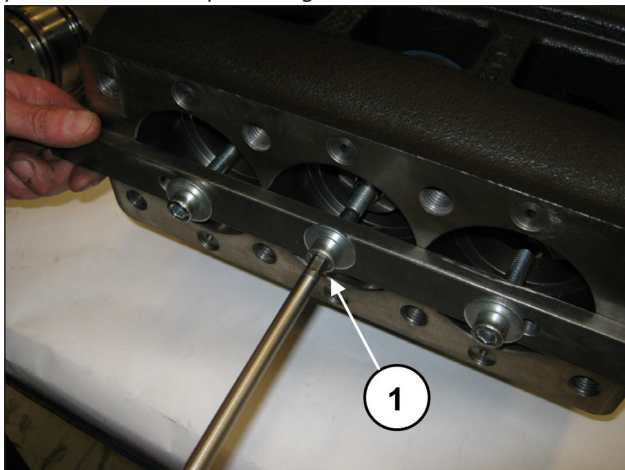
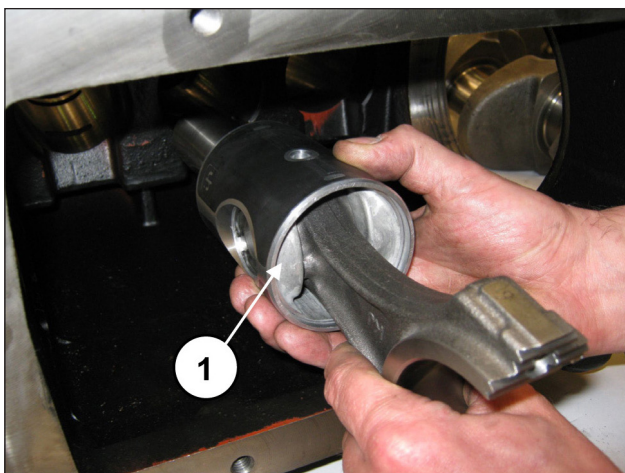

Fig. 32
Fig. 33
Desenroscar los tornillos de la herramienta cód. 27566200 para desbloquear las bielas (pos. ①, Fig. 32) y, a continuación, extraer los grupos biela-guía del pistón por la abertura posterior del cárter (pos. ①, Fig. 33).
Comprobar que el cárter esté limpio e introducir el grupo semibiela-guía pistón dentro de las levas del cárter (pos. ①, Fig. 33).
Bloquear los tres grupos con la herramienta cód. 27566200 (pos. ①, Fig. 32).
Desmontar la herramienta que bloquea las bielas cód. 27566200 (pos. ①, Fig. 32).